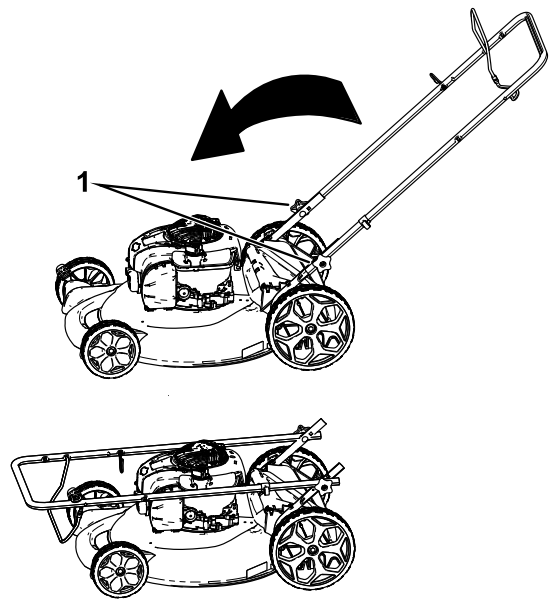

Figure 15
1. Bouton du guidon (2)
3. Rabattez le guidon en avant comme indiqué à la Figure 15.
2. Desserrez les boutons du guidon jusqu'à ce que le guidon bouge librement (Figure 15).